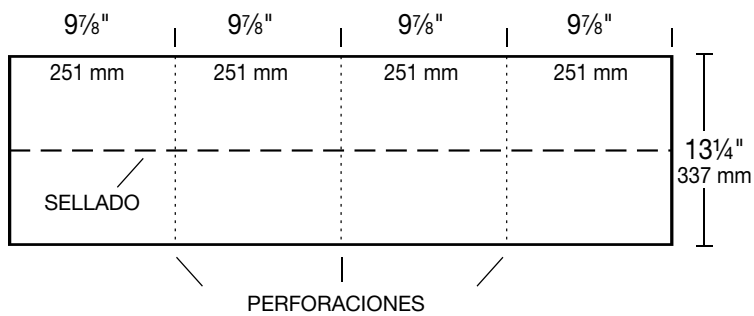
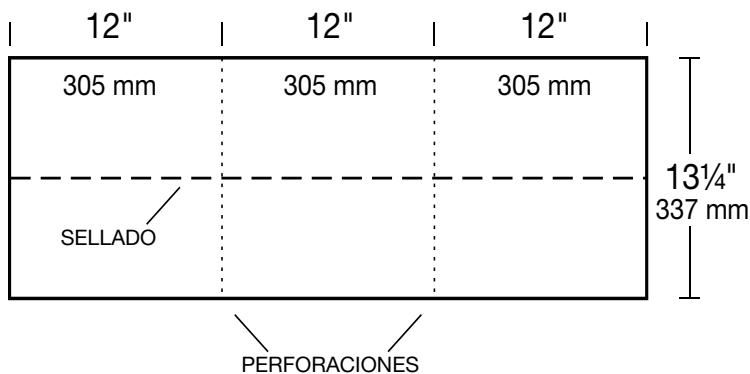

Figura 16 - Teja para limatesas y cumbresas RidgeFlex® de 10"
Figura 17 - Teja para limatesas y cumbresas RidgeFlex® de 12"
Realice la preparación para la aplicación separando cada teja para limatesas y cumbreras en las perforaciones: la teja RidgeFlex® de 10" produce cuatro (4) tiras individuales para limatesas y cumbreras (*vea la Figura 16*), y la teja RidgeFlex® de 12" produce tres (3) (*vea la Figura 17*). Observe la presencia de las tiras de sellado.